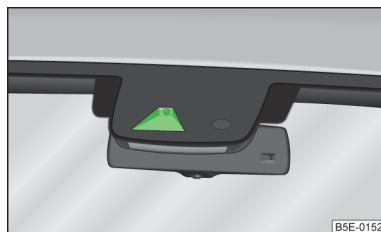

Fig. 6
- Recunoașterea indicatoarelor de trafic funcționează pe baza indicațiilor captate de camera video și poate reprezenta doar indicatoare de trafic care se află în raza de vizibilitate a camerei » fig. 6.